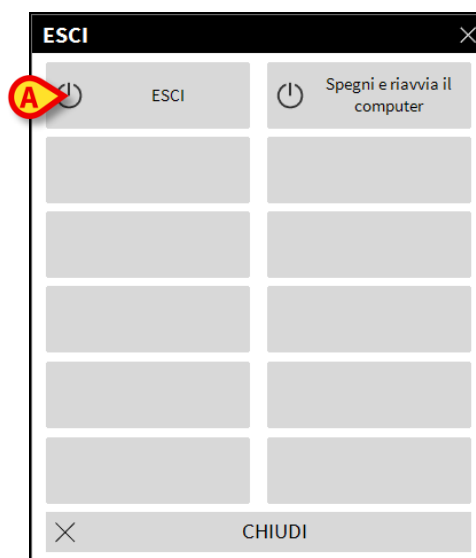

Fig 41
- Cliccare il pulsante **Esci** (Fig 40 **A**). Apparirà un altro menù (Fig 41).
- Cliccare di nuovo il pulsante **Esci** sul nuovo menù (Fig 41 **A**).